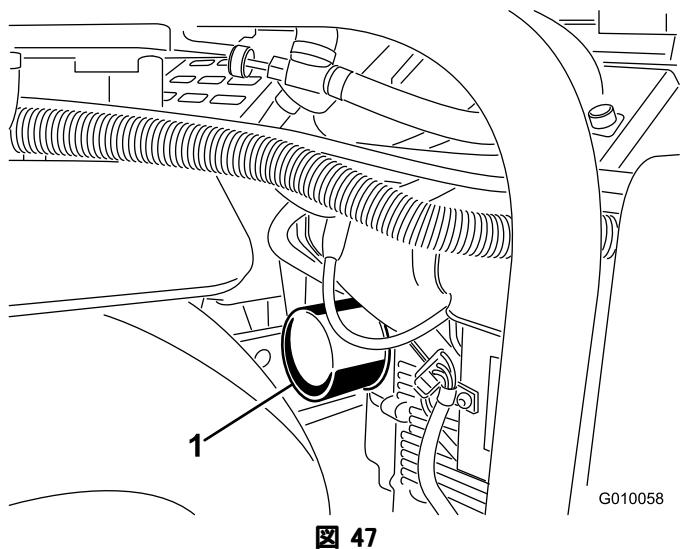
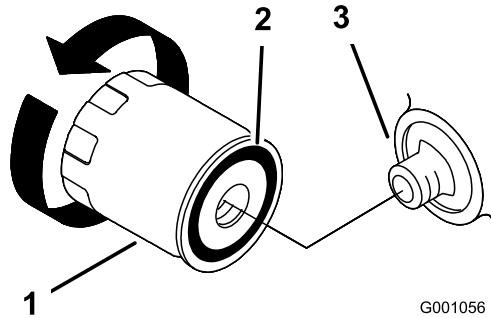

图 47
图 48
6. オイルを受けられるように、フィルタの下に浅い容器を置く(図 47)。
7. オイル・フィルタ(図 47 と図 48)を外し、フィルタのアダプタ・ガスケットの表面をきれいに拭く。